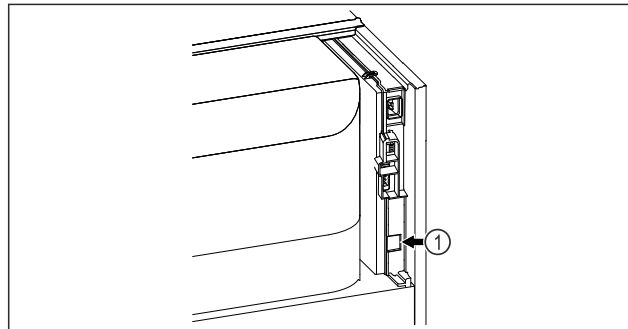

Fig. 138
- ☐ SmartModule Fig. 138 (1) ist eingesetzt.